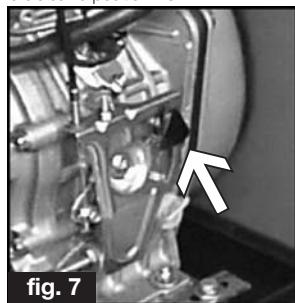

fig. 7
1) Versions W 180 (moteur YANMAR) : déplacer la commande de l'accélérateur, située sur le moteur (voir fig. 7) vers le haut. Dès que le moteur est complètement éteint, déplacer à nouveau la clé sur la position " OFF ".